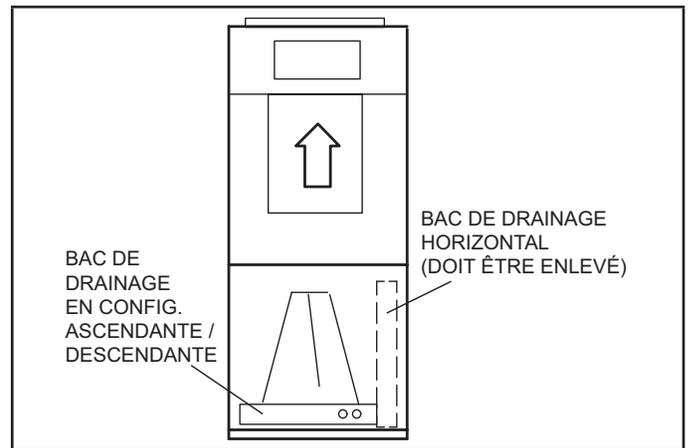

FIGURE 1. Configuration ascendante
- 4 - Après avoir retiré le bac de drainage horizontal, placez l'appareil à l'endroit souhaité. Assurez-vous que l'unité est d'aplomb. Connectez les plénums d'alimentation et de retour d'air à l'aide de vis à tôle comme illustré à la figure 1.